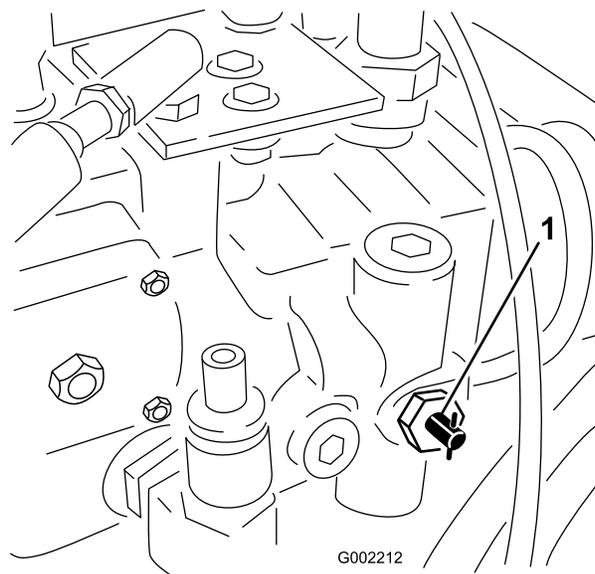

Figura 36
1. Gire la válvula de remolcado (Figura 36) 90 grados en cualquier sentido para abrirla.